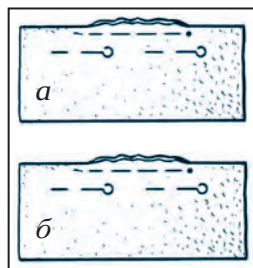

Рис. 64. Шитьё порванного шва.
1. Вывернувлицевую часть ткани наизнанку внутрь в порванном месте, сгибается вдвое, обратив отрезы лицом друг к другу. Порванное место прикалывается булавкой и прошивается крупной стёжкой вручную (рис. 64, а).
2. Порванный отрез сшивается вручную мелкой наметочной стёжкой (рис. 64, б).